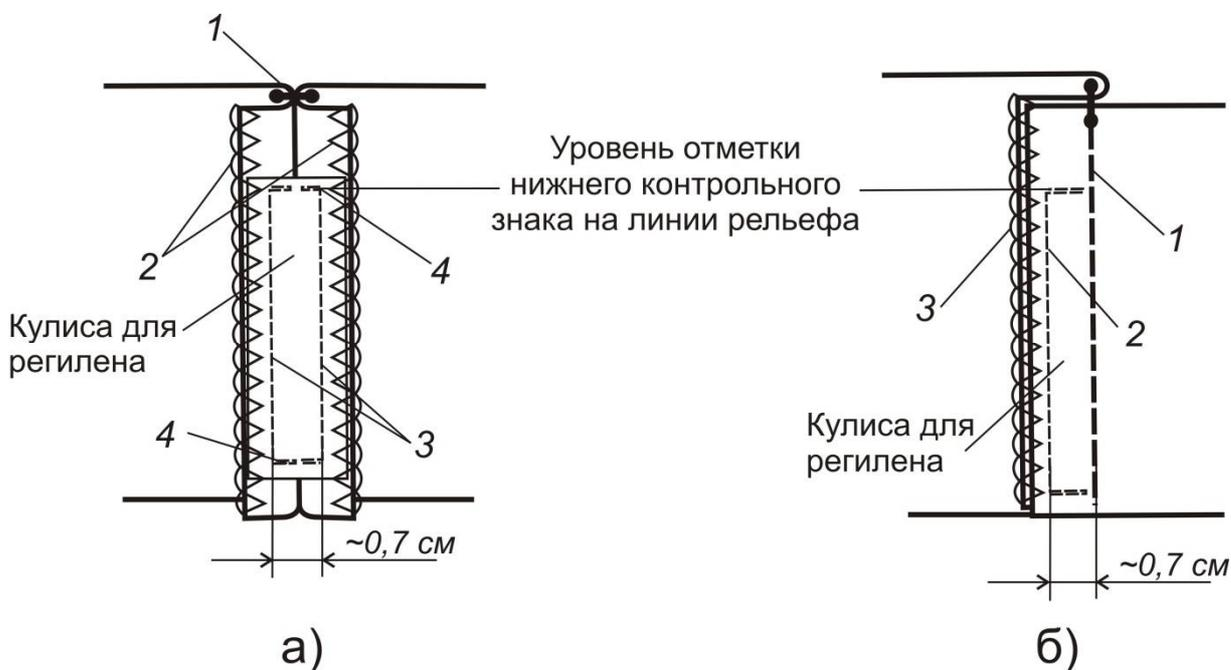

Рисунок 3
13. В припуски швов рельефов, выполненных в п.4 инструкции (рис.3, строчка 1), вшиваются косточки (регилин). Это нужно для того, чтобы лиф лучше прилегал в области талии и без деформации мог удерживать тяжелую каркасную юбку. На рисунке 3 показано два способа укрепления нижних частей рельефов полочек регилином.
14. Способ 1 (рис.3, а):
- Припуск шва стачивания рельефа (рис.3,а строчка 1) разутюживают.
- Настрачивают выкроенную полосу на разутюженный припуск шва (рис.3,а строчка 3), располагая строчки на расстоянии 0,7 см друг от друга (или, в зависимости от ширины регилина или косточек, на расстоянии их ширины + 0,1-0,2 см) симметрично в обе стороны.
- Обметывают припуски швов (рис.3,а строчка 2)
- Вставляют регилин (косточки) и делают закрепочные строчки (рис.3,а строчки 4) вверх – на уровне нижнего контрольного знака на рельефе, а вниз – на 0,1-0,2 см выше линии талии (не учитывая припуска на шов).
15. Способ 2 (рис.3, б):
- Припуск шва стачивания рельефа (рис.3,б строчка 1) заутюживают в сторону бокового шва.
- По припуску шва на расстоянии 0,7 см (или, в зависимости от ширины регилина или косточек, на расстоянии их ширины + 0,1-0,2 см) от линии стачивания рельефа выполняют строчку от уровня нижнего контрольного знака на линии рельефа вниз до линии талии (рис.3,б строчка 2).
- Обметывают припуски швов вместе (рис.3,б строчка 3)
22. Стачать деталь 7 с деталью 8, совмещая срезы, отмеченные контрольным знаком с одноименными буквами. Припуск шва заутюжить на кокетку и обработать, вставив в него регилин по способу, показанному на рис.3, б (способ 2, описанный в п.15).
24. Припуск шва на детали 9 надсечь в углу. Припуск шва стачивания детали 9 с кокеткой заутюжить на кокетку и обработать, вставив в него регилин по способу, показанному на рис.3, б (способ 2, описанный в п.15). Припуск шва вертикального среза стачивания деталей 7 и 9 обметывается и заутюживается в сторону бокового шва.